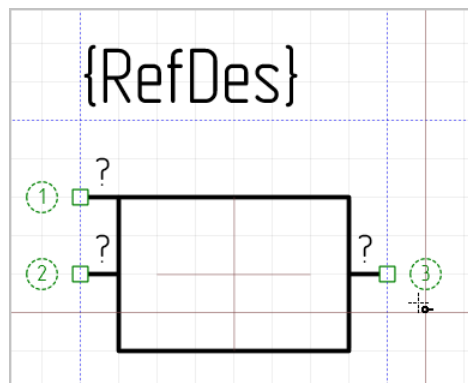

Рис. 169 Увеличение номера вывода
4. После установки одного вывода инструмент «Разместить вывод» продолжает быть активным - он готов для размещения новых выводов. Для каждого нового вывода значение его идентификатора увеличивается на единицу, после «1» будет «2», после «2» будет «3» и т.д, см. Рис. 169.